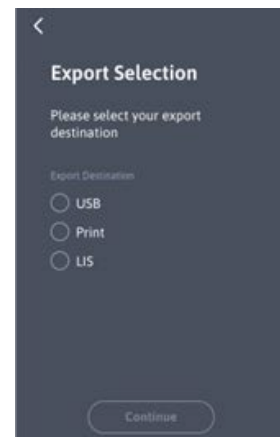

Рисунок 20
Экспортировать данные за 7 дней можно все за раз, как показано на рисунке 18, или по отдельности, как показано на рисунке 19. В любом из этих случаев после нажатия на иконку «Документы» откроется экран выбора типа экспорта (Рис. 20):
9. Затем можно выбрать место назначения экспортируемых файлов (рис. 20)